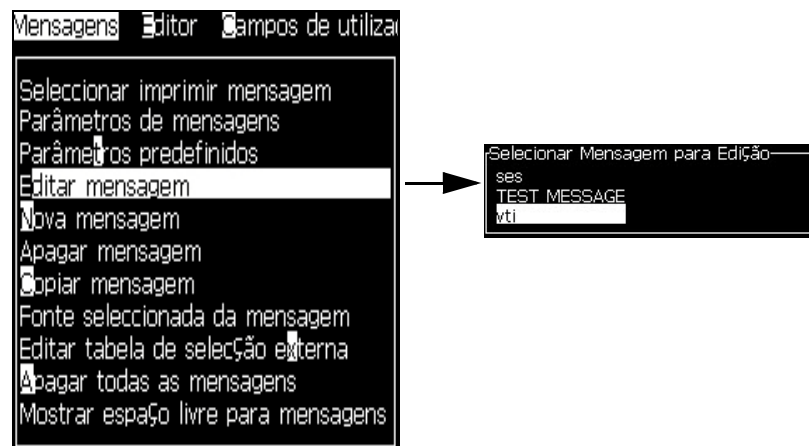

Figura 5-37: Opção Editar mensagem
- 2 Selecione *Editar mensagem*. A caixa de diálogo *Selecionar mensagem para edição* aparece. Consulte a seção Figura 5-37.